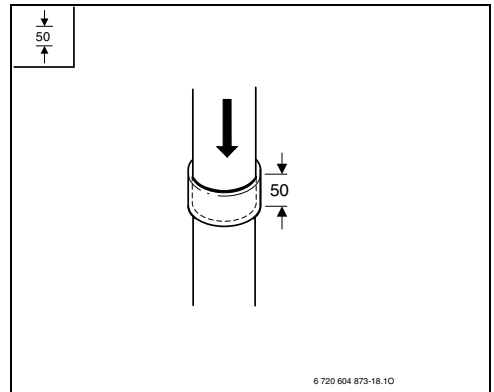

Fig. 30
► Empujar los accesorios de los gases de combustión hasta el apoyo (aquí: 50 mm de profundidad del encaje), (Fig. 30).